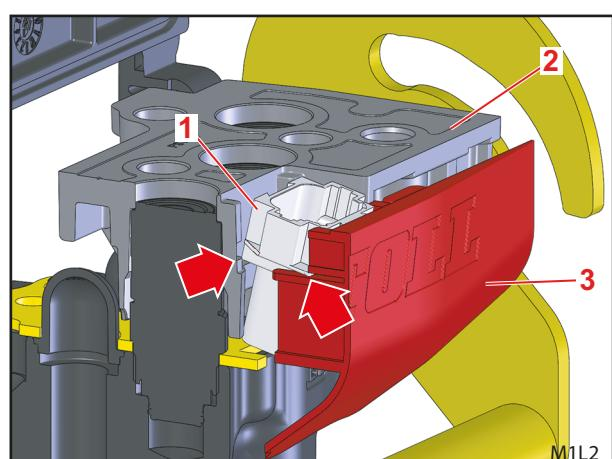

Fig. 14 Montar a parte inferior do Hydro-Fix - Conector elétrico e cobertura
- (6) Avançar a parte inferior do Hydro-Fix na válvula (não até completamente para baixo).
- (7) Colocar o conector elétrico ligeiramente inclinado de modo a que deslize nos guias e nos apoios ao montar a cobertura e a parte superior do Hydro-Fix (consulte as setas em Fig. 14).
- (8) Introduzir completamente a cobertura e pressionar simultaneamente e com cuidado a parte inferior do Hydro-Fix para baixo.
- (9) Fixar a parte inferior do Hydro-Fix com os 5 parafusos M8x45.